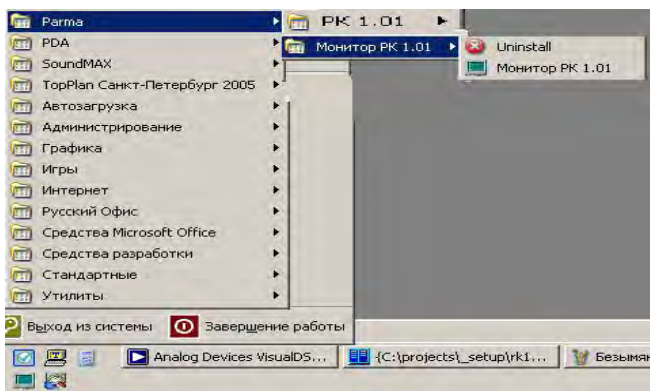

Рисунок 18
6.4.8 Программа установки добавит значки для запуска ПО «Монитор РК1.01» из меню программ. По умолчанию создается каталог с именем «Парма РК1.01» (см. рисунок 18) .